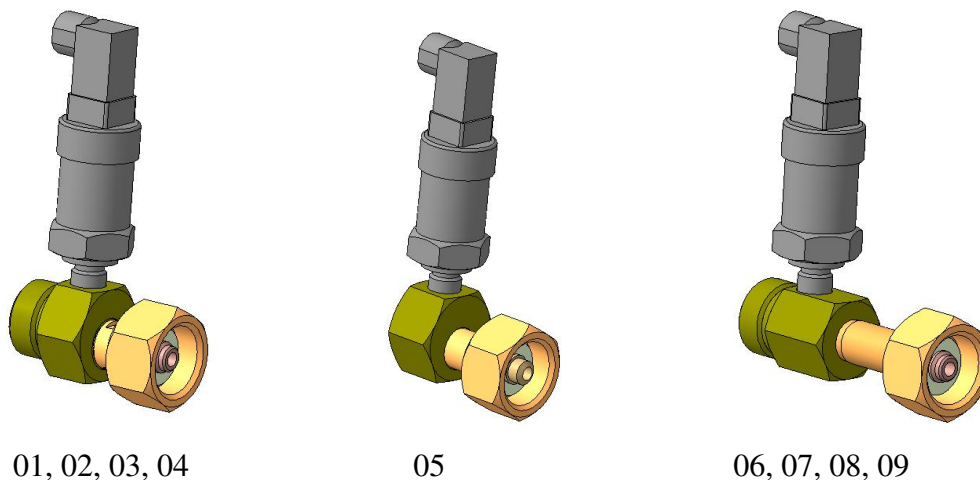

Рис.2 Варианты исполнения переходников с установленным датчиком
2.5 СДКД-1.2 может по заказу комплектоваться переходником для установки датчика в газовую систему. Варианты (номера) исполнения (см. табл.2 и рис.2):